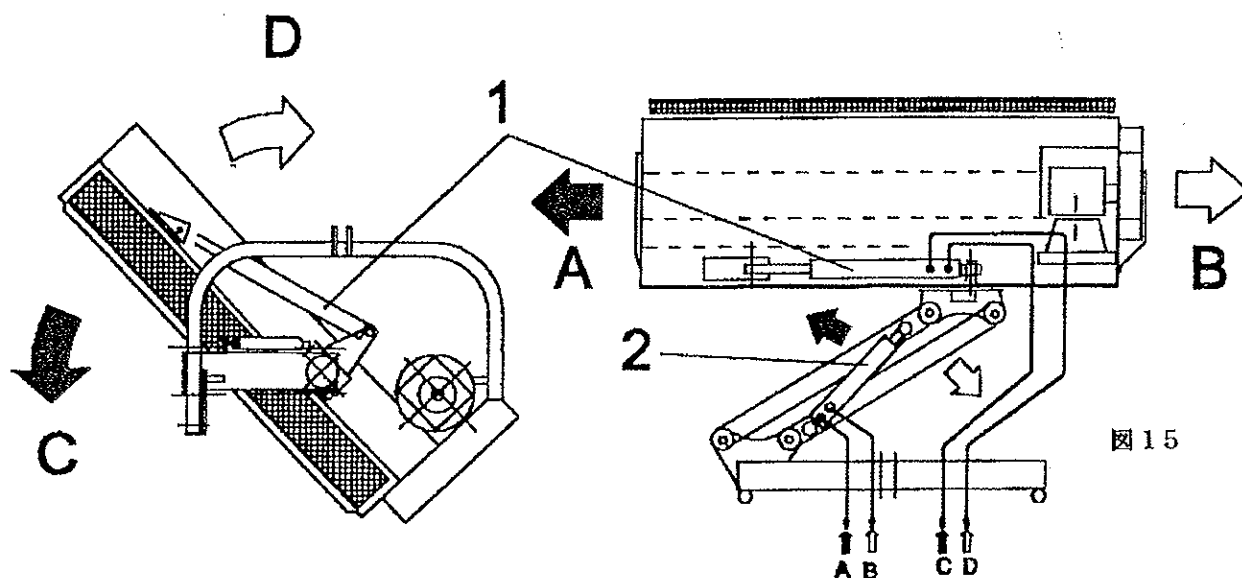

図 15
- ー 油圧ホースをトラクターに接続します。常に正しい接続ができるように、ホースに目印などをつけておくことをお勧めします。（接続は図15参照して下さい。）